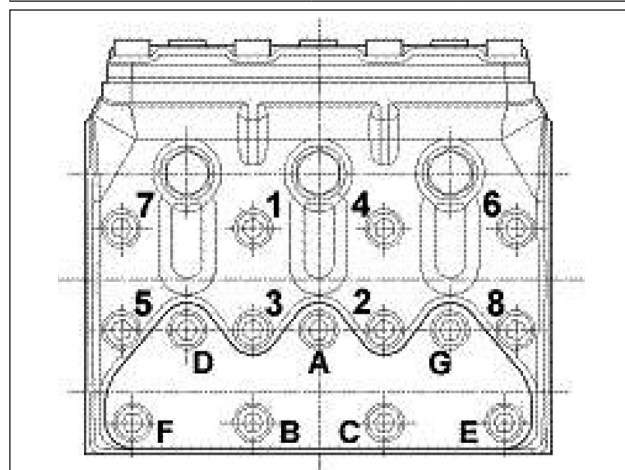

Fig. 24
- ** Los tornillos de fijación de la cabeza se deben apretar utilizando una llave dinamométrica, lubricando la parte inferior de la cabeza respetando el orden de la Fig. 24.
- *** Los tornillos de fijación de la tapa de las válvulas se deben apretar utilizando una llave dinamométrica, lubricando la parte inferior de la cabeza respetando el orden de la Fig. 24.